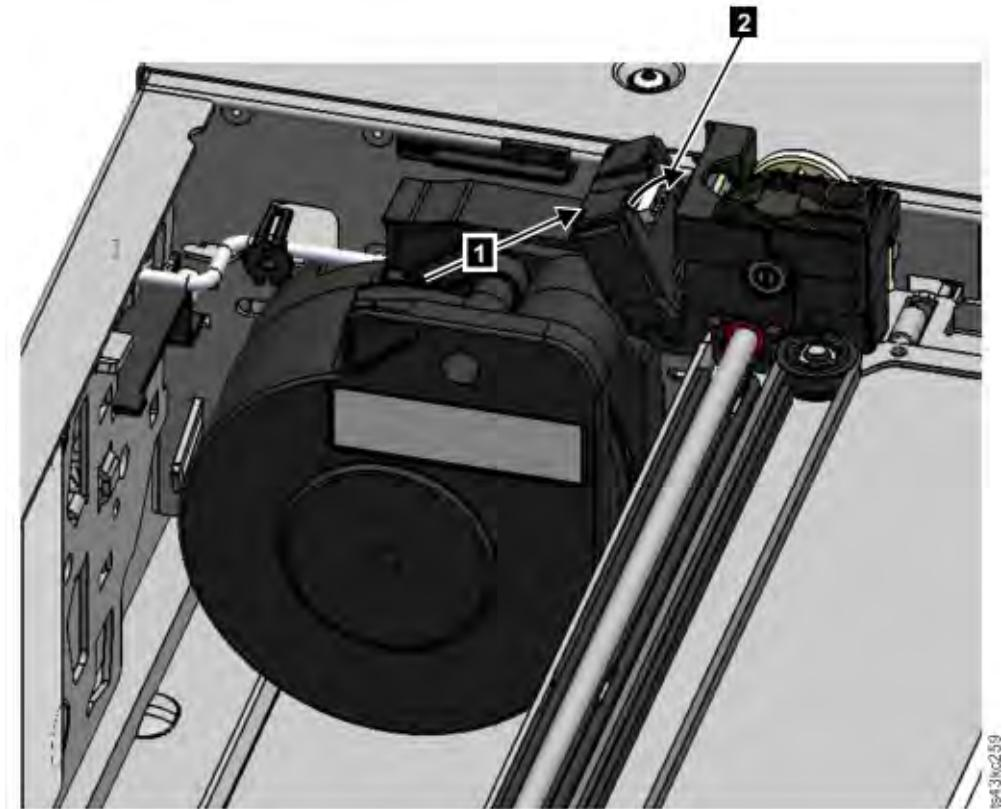

Figure 86. Installation du câble d'enroulement
5. Placez le câble d'enroulement dans les rainures à l'endroit où il se fixe au manipulateur et faites-le tourner jusqu'à ce qu'il s'enclenche. Voir Figure 86, à la page 190.